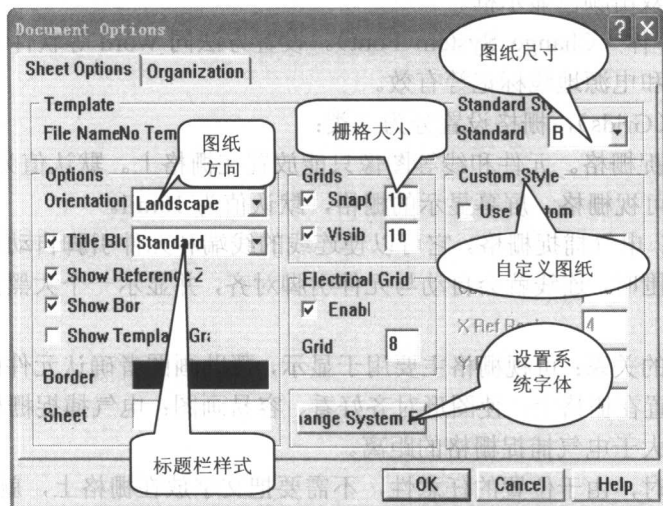

图 1-4 原理图设计环境设置窗口
Design/Options 菜单用于纸型、栅格和标题栏等内容选项的设置。启动该菜单就可以进入原理图设计环境设置窗口（图 1-4）。
(1) Sheet Options 页面（图 1-4），用于设置图纸尺寸、栅格等内容。
① 图纸尺寸设置（Standard Style），使用国际认可的图纸尺寸。如：A4、A3、A、B、C、D、E 等。
② 自定义图纸（Custom Style），可设置图纸的尺寸、图纸边框的分度和边框的宽度。其中包含如下选项。